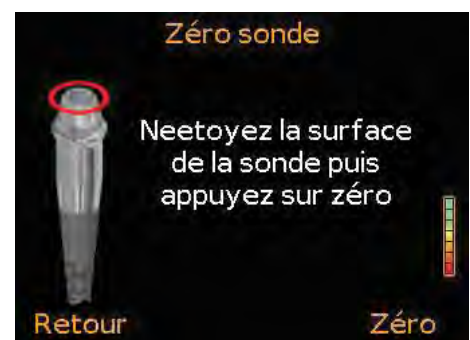

Figure 24
- 2 Maintenez la sonde (propre) en l'air, et appuyez sur 'Zéro' (Figure 24).